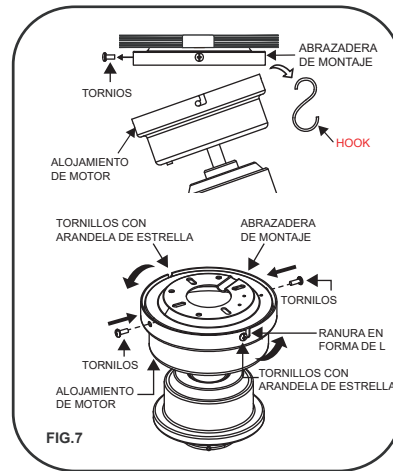

FIG.7
Paso 1. Afloje los otros tornillos del dosel y retírelo del soporte de montaje. (FIG. 7)
Paso 2. Afloje dos tornillos con arandela de estrella por la mitad del abrazadera de montaje. (Para montar la ranura en forma de L en el dosel).(FIG. 7)
Paso 3. Levante la alojamiento de motor hasta el abrazadera de montaje y deje que la ranura en forma de L de la alojamiento de motor pase a través de los dos tornillos con arandela de estrella.(FIG. 7)
Paso 4. Gire la alojamiento de motor hasta que encaje en su lugar en la sección final de la ranura en forma de L, asegúrese de que la arandela de estrella esté entre la alojamiento de motor y la cabeza del tornillo. Asegúrela apretando los dos tornillos y dos tornillos con arandela de estrella.(FIG. 7)